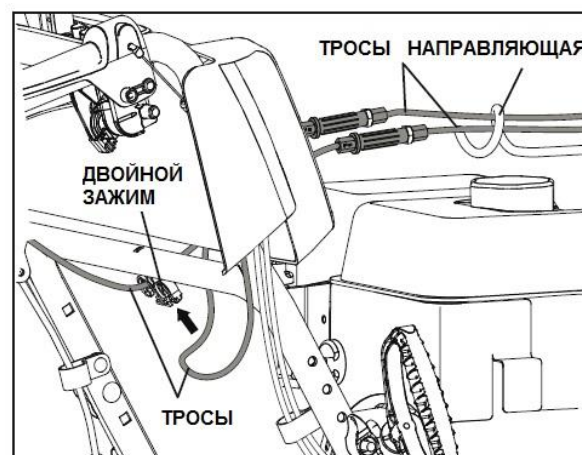

РИС. 5
5. Пропустите тросики через направляющую и, используя двойной зажим, зафиксируйте их к нижней рукоятке (рис.5).